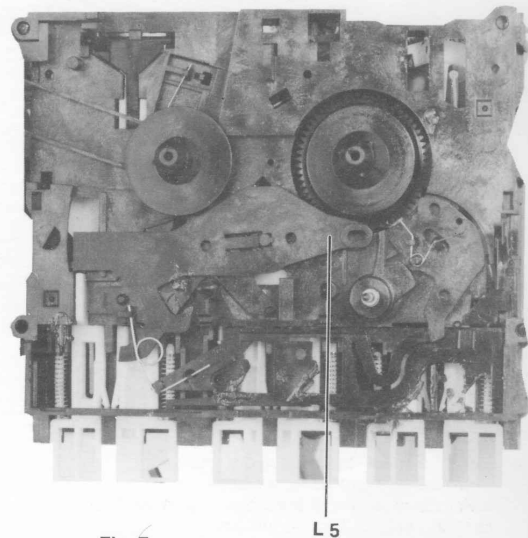

Fig. 7
- 6.1 Le remontage du chariot de tête **L41** s'effectue en ordre inverse, la touche « Start » reste enclenchée. le levier de reverse **L 5** doit être orienté en direction de la butée vers la bobine avance **L 20** (Fig. 7).